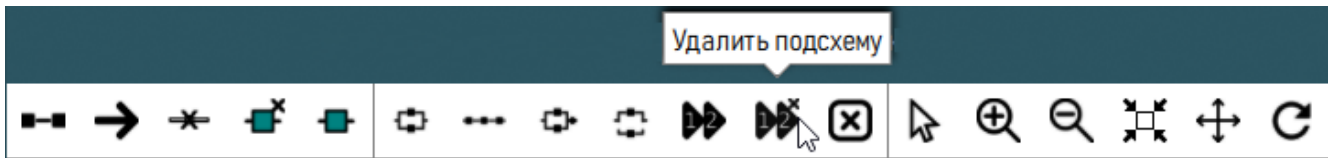

Рисунок 324 – Кнопка  «Удалить подсхему»
2) Выделить мышью и нажать на кнопку  «Удалить подсхему» на нижней панели инструментов (рисунок 324).